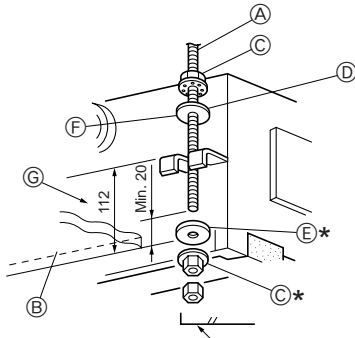

Fig. 2-7
1. Rondelaları ① ② (birlikte verilmiştir) ve somunlarını (yerel tedarik) önceden askı civatalarına vidalayın. (Fig. 2-7)